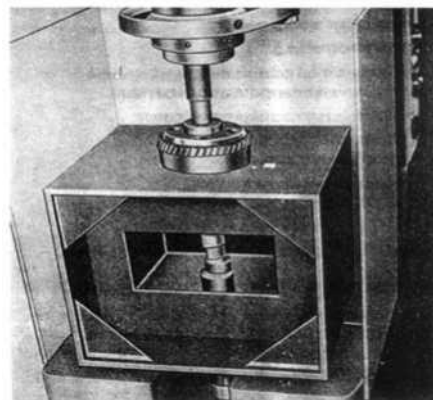

РИС. 101
- 2) Удерживая шестерню привода топливного насоса распределительного вала на кронштейне, выдавите распределительный вал. Снимите упорную шайбу и прижимной фланец (рис. 101).